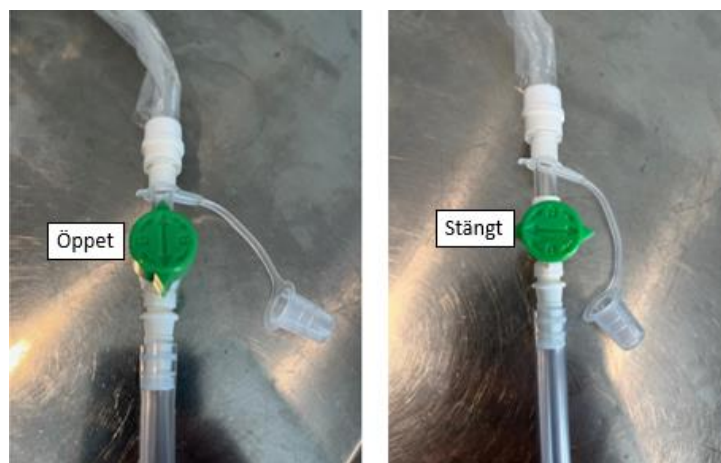

Fig. 6 Sugreglage kan vridas till antingen öppet eller stängt läge
3. Vrid sugreglaget till öppet läge (**Fig. 6**)
3. Stäng av sugreglaget genom att vrida 180 grader (**Fig. 6, Stängt läge**)